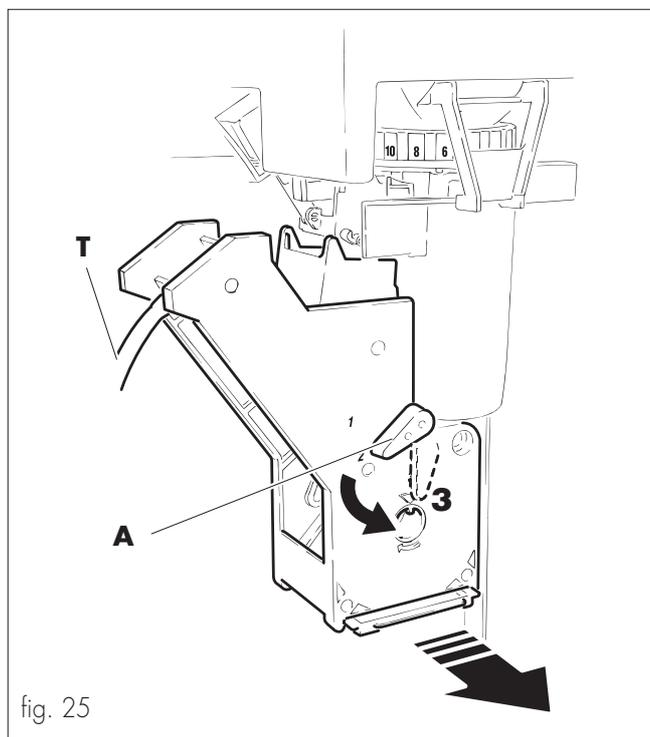

fig. 25
- Sacar el tubo de salida del café (ref. **T**, fig. 25).
- Girar la palanca (ref. **A**, fig. 25) hasta la posición 3.